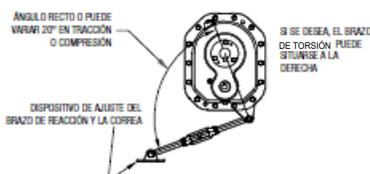

Figura 4 – Ángulo del brazo de torsión
- Instale el fulcro del brazo de torsión sobre un soporte plano y rígido de forma que el brazo de torsión quede aproximadamente en ángulo recto respecto a la línea central del eje accionado y el tornillo de anclaje del brazo de torsión (Figura 4). Asegúrese de que haya suficiente ajuste en el tensor de ajuste de la tensión de la correa al usar una transmisión de correa trapezoidal.